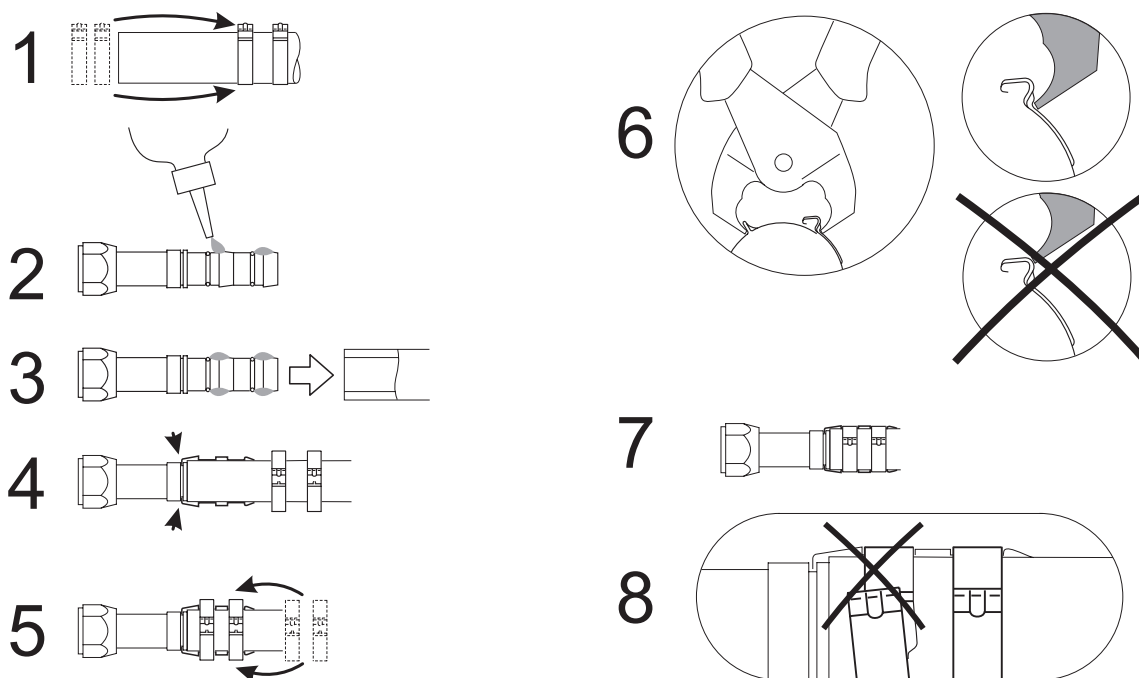

Рис. 4.4
- Надеть два хомута с пружинными фиксаторами соответствующего размера на отрезанный участок шланга (Рис. 4.4/1). Ориентация хомутов не оказывает влияния на производительность соединения. Для того чтобы облегчить монтаж, оба хомута должны быть установлены одинаково.
- Тщательно смажьте ниппель хладагентом (Рис. 4.4/2). Смазку необходимо производить для снижения **усилия**, требующегося для ввода ниппеля.
- Вставить ниппель в шланг (Рис. 4.4/3). Для того чтобы убедиться, что ниппель правильно установлен, необходимо проверить зазор между концом шланга и буртиком ниппеля. При
- Ввести бугель в канавку ниппеля так, чтобы плечики бугеля располагались в направлении шланга (Рис. 4.4/4). Если бугель установлен правильно, он может проворачиваться относительно ниппеля. Бугель позволяет так расположить хомут относительно уплотнительных колец, что при этом обеспечивается соединение, соответствующее действующей величине давления.
- Поместить хомуты над плечиками бугеля в предусмотренные каналы (Рис. 4.4/5).
- Затянуть хомуты специальными щипцами (Рис. 4.4/7). При этом щипцы следует держать под прямым углом к точкам соединения с помощью хомутов (Рис. 4.4/6). Прямой угол должен сохраняться и при затягивании хомутов.
Если при затягивании хомута щипцы не находились под прямым углом, замок хомута может легко сместиться (Рис. 4.4/8). С помощью щипцов можно исправить положение замка хомута.